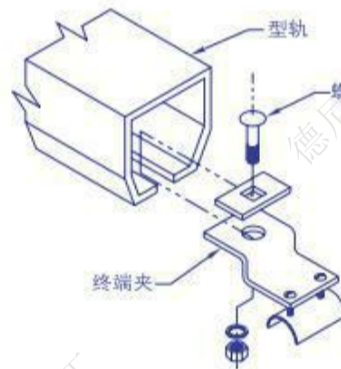

图8A. 在固定型轨或主梁上安装终端夹
8.3 在吊线夹全部装入主梁后，在主梁末端安装终端夹并拧紧螺栓（图 8A）
- 8.6 将终端夹安装到固定型轨的末端，拧紧螺栓（如上图 8A）